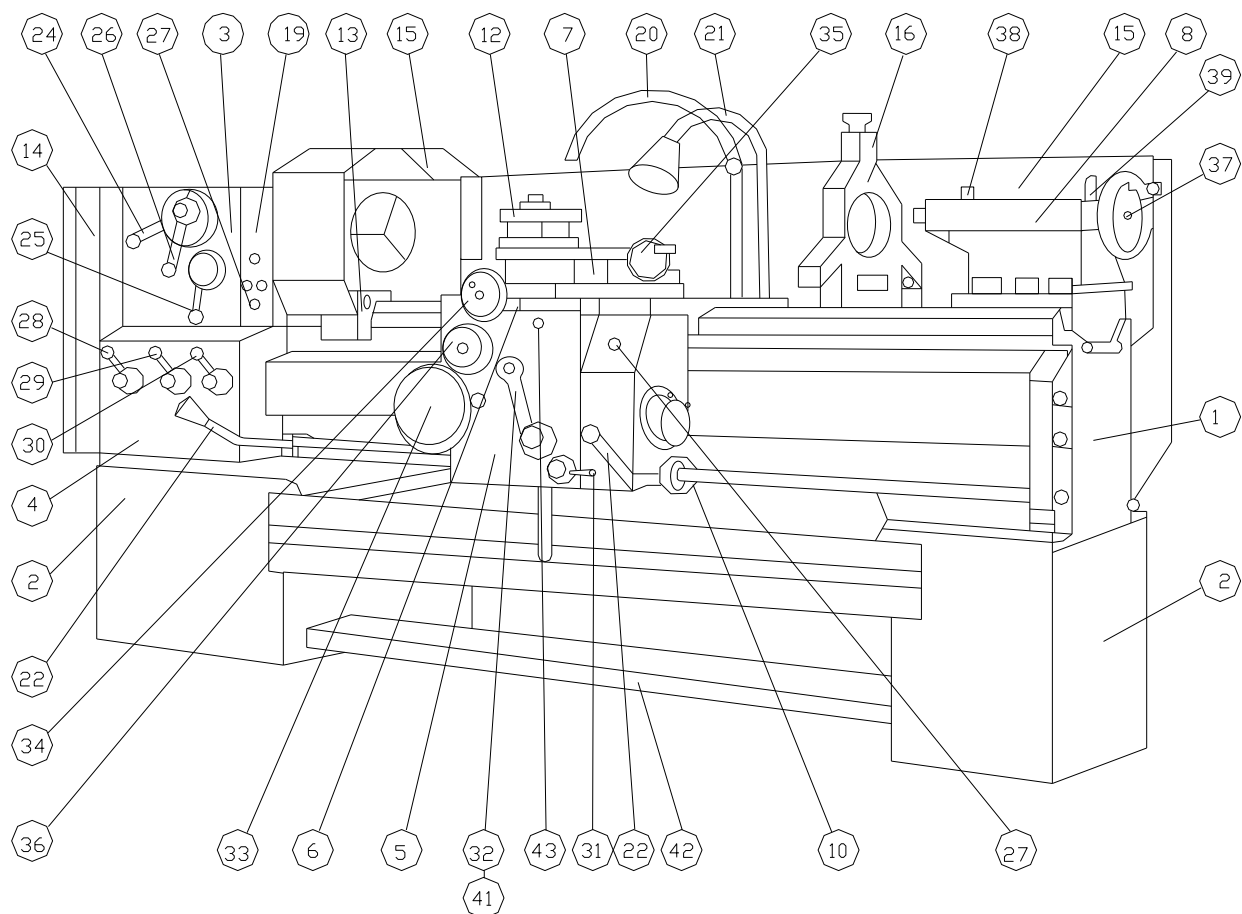
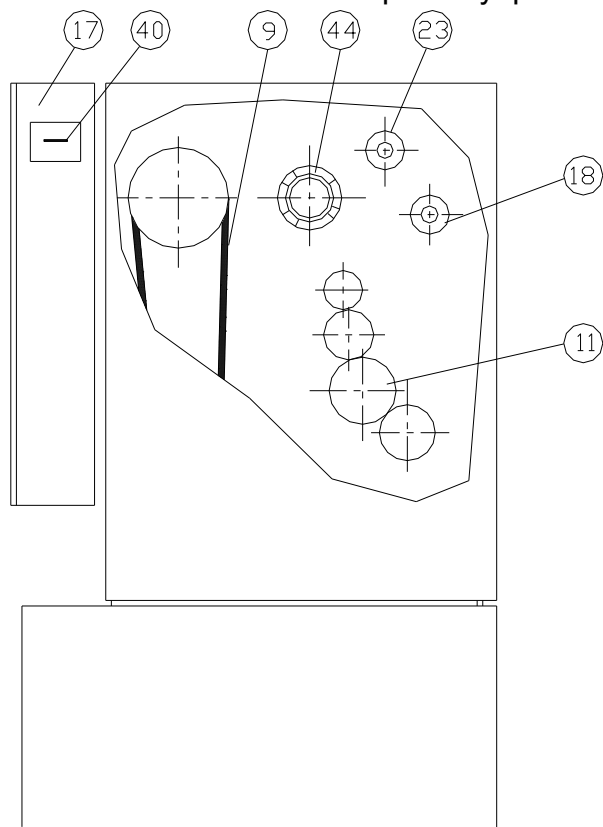

Рис.4-1. Основные части и органы управления
Рис.4-2. Основные части и органы управления
На Рис.4-1 и Рис.4-2 показаны основные части и органы управления станка
Диск, на рис.4-3 и рис.4-5, находящийся на лицевой стороне коробки скоростей и управляемый рукояткой 24 рис.4-1, имеет четыре фиксированных положения. Сектор диска, в котором находятся требуемые обороты, устанавливается левее или правее вертикальной линии в зависимости от того где находится фиксированное положение диска.
Рукояткой 26, рис.4-2, имеющей два фиксированных положения, указатель устанавливается в направлении к соответствующему сектору.
Ступица, рис.4-6, управляемая рукояткой 25, рис.4-1, снабжена тремя цветовыми индикациями (зеленой, красной и синей) рис.4-6. Цвет на фоне требуемой оборотной ступени устанавливается напротив стрелки на табличке.
Запуск и остановка шпинделя для вращения в прямом или обратном направлении производится рукояткой 22 рис.4-1.
- **Механизм для нормального и увеличенного шага, левой и правой резьбы:** он расположен в коробке скоростей поз.3 рис.4.2 и его настройка производится рукоятками – поз.23 и18;
- **Гитара, рис.4-2 поз.11:** ее настройка производится путем перемещения самого нижнего зубчатого блока, согласно рис.4-7; 4-8; 4-9 и 4-10 или табличке, установленной на лицевую часть коробки скоростей;
- **Коробка подач позиция 4 рис.4.1:** ее настройка производится рукоятками 28 и 29 на шаг резьбы или подачу и рукояткой 30 на вид резьбы и подачу;
- **Коробка суппорта:** автоматическое движение подач суппорта осуществляется ведущим валом и суппортным механизмом. Включение и выключение продольной или поперечной подачи суппорта производится рукояткой 32 рис.4-1. Направление, в котором перемещается рукоятка, соответствует направлению движения суппорта.
Движение суппорта при нарезании резьбы осуществляется через ведущий винт и разъемную гайку коробки суппорта. Зацепление разъемной гайки к ведущему винту производится посредством рукоятки 31 рис.4-1.
Управление суппорта при зацепленной гайке производится через рукоятки 22 рис.4-1.
Включение быстрого хода суппорта производится установкой рукоятки 32 рис.4-1 на автоматическую подачу в желаемом направлении движения и нажатием кнопки 41 рис.4-2 для включения электродвигателя. Коробка суппорта оснащена обгонной муфтой, которая обеспечивает включение суппорта на быстрый ход как при выключенном, так и при включенном движении коробкой подач.
- Задайте обороты и оборотный обхват ручками 24, 25 и 26 рис.4-1 и согласно табличке для резьбы;
- Рукояткой 23, рис.4-2 задайте механизму нормальный или увеличенный шаг;
- Рукояткой 18, рис. 4-2 задайте направление (левая или правая резьба);
- Настройте самый нижний зубчатый блок гитары на поз.11 рис.4-2 согласно табличке для резьбы;
- Задайте множительный механизм рукоятки 28, рис.4-1 согласно табличке для резьбы (A;B;C;D) ;
- Задайте избирательный механизм рукояткой 29, рис.4-1 согласно табличке для резьбы (1, 2, 3, 4, 5, 6, 7 и 8);
- Задайте вид резьбы рукояткой 30, рис.4-1;
- Рукояткой 31, рис.4-1 произведите зацепление разъемной гайки к винту;
3. Чрез ременную шайбу вручную произведите вращение шпинделя таким образом, чтобы цифра 0 с таблички 44, рис.4-2 очутилась напротив указателя;
4. Установите рукоятку 18, рис.4-2 в нейтральном положении;
6. Включите рукоятку 18 рис.4-2;